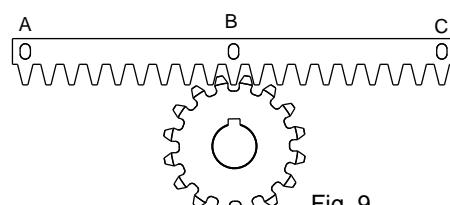
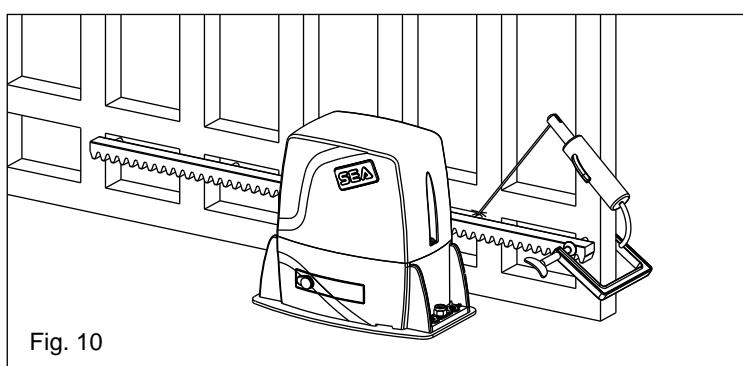

Fig. 9
Fig. 10
6.3. Poser l'élément de la crémaillère sur le pignon denté du motoréducteur de façon qu'il résulte parallèle à la guide du pavé du portail et le positionnant comme dans Fig. 9 pointer par soudure électrique le cliquet central "B" à la structure du portail (Fig. 10).